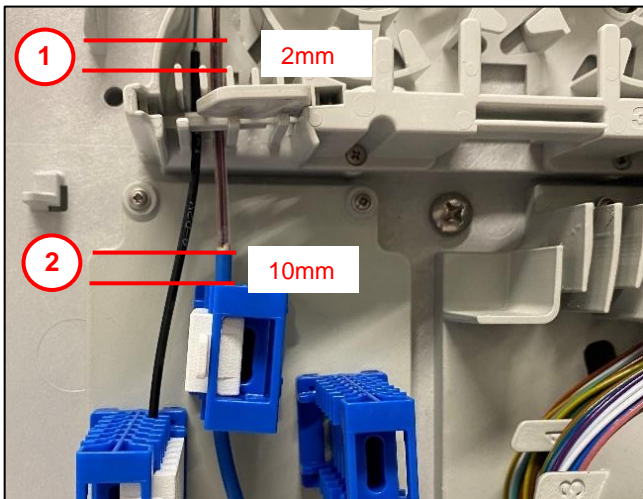

Abb. 34
- Mikrokabel (1) in die Klemmplätze (2) eindrücken, Absetzmaß oberhalb der Klemmplätze siehe Abb. 34.
- Gf-Minikabel (1) auf Höhe Oberkante des Gf-Führungskanals (2) absetzen, Absetzmaß siehe Abb. 34.
- Gf-Minikabel mittels Fixierteilen (3) im Gf-Führungskanal fixieren.